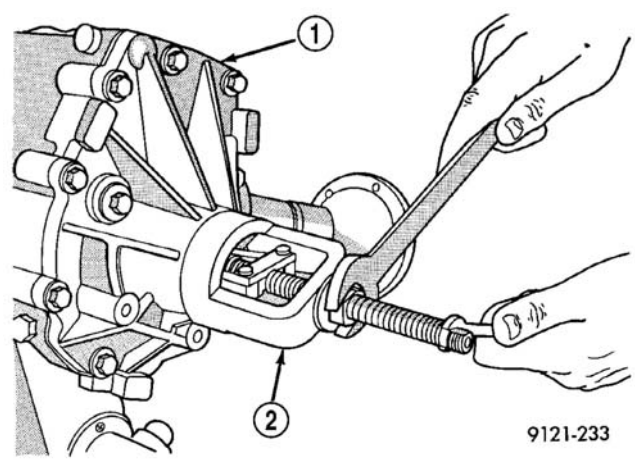

图 19 拆卸轴承
(5) 使用轴承拉拔器 MD998346 拆下轴承（图 19）。